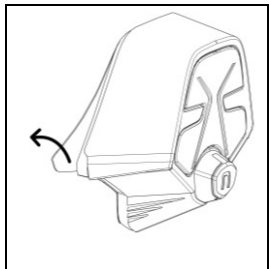

Fig. 4
- Ta bort skyddsfilmerna från den dubbelhäftande tejpens (fig. 4).